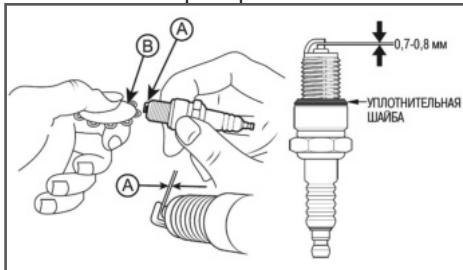

Рис. 15 Обслуживание свечи зажигания
- Измерьте зазор А между электродами свечи зажигания специальным щупом В. Зазор должен быть 0,7-0,8 мм (Рис. 15). При увеличении или уменьшении требуемого зазора, рекомендуется заменить свечу, так как регулировка зазора может привести к изменению качества искрообразования.